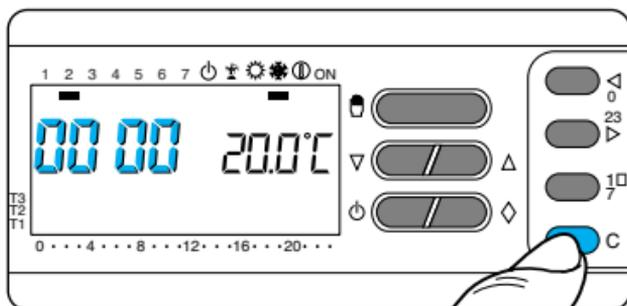

Fig. 62
11.1 - Per controllare il dato portare l'apparecchio in modo MANUALE mediante il pulsante  (fig. 61) aprire lo sportello dell'apparecchio e quindi premere il pulsante C (fig. 62).